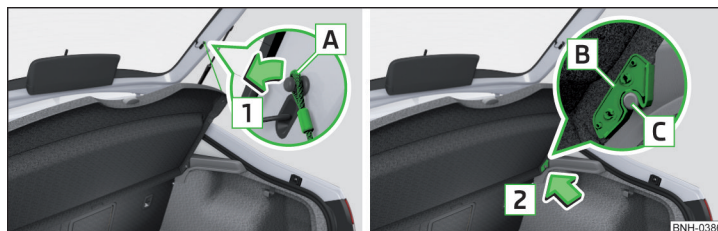

Fig. 104 Retirar la cubierta del maletero
Si las cintas de sujeción **A** » fig. 104 están enganchadas en la tapa del maletero, entonces al abrir la tapa también se levantará la cubierta del maletero (a continuación, sólo cubierta).
- Sacar en ambos lados de la tapa del depósito las cintas de sujeción **A** en el sentido de la flecha **1** » fig. 104.
- Coloque los alojamientos **B** en la cubierta sobre las fijaciones **C** del revestimiento lateral » fig. 104.